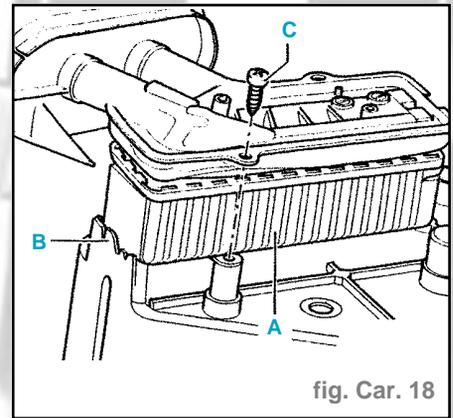

fig. Car. 18
- Repousser les ergots d'encliquetage (B) et extraire l'échangeur de chaleur (A) du chauffage (fig. Car. 18).